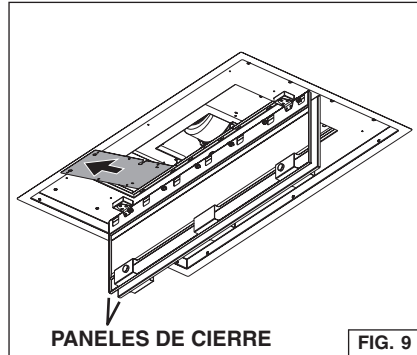

FIG. 9
1. Desde el interior de la habitación, estire hacia abajo los dos paneles de cierre. Fig. 9.
2. Quite (4) tornillos del panel de acceso al compartimiento eléctrico. Deslice el panel hacia un lado para exponer la caja de cableado eléctrico.